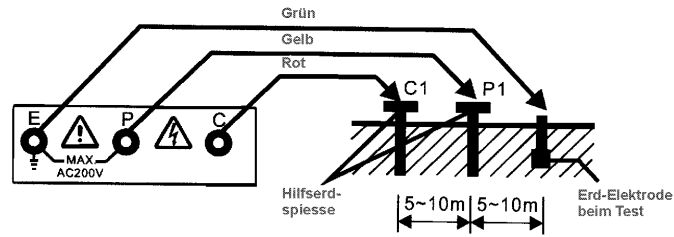

Abb. 1
1. Grüne, gelbe und rote Prüfleitung an die Eingänge E, P und C anschließen und Erdmessenstäbe P und C in gerader Linie tief in den Boden stecken (siehe Abbildung 1).
- Folgen Sie dem Verbindungsaufbau in Abb. 1. Die rote LED-Anzeige wird leuchten. So kann man sehen, ob während der Erdwiderstand ein korrekter Stromkreislauf gegeben ist.